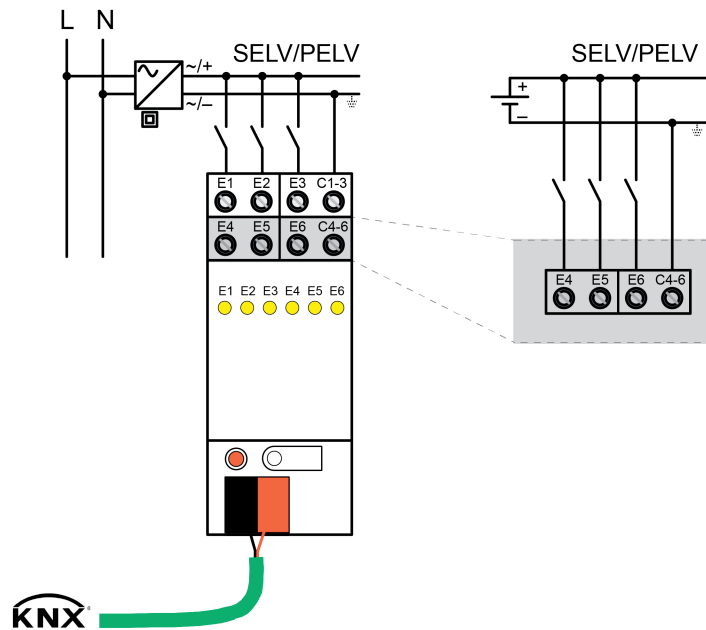

Bild 3: Anschluss von SELV/PELV-Stromkreisen
- SELV/PELV-versorgte Stromkreise gemäß Anschlussbeispiel (Bild 3) anschließen. Polarität beachten.